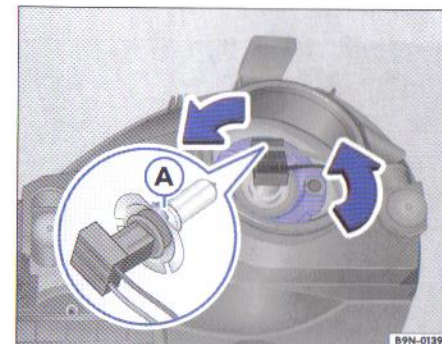

Fig. 34 Lumina de întâlnire
- Rotiți inelul din plastic ⇒ fig. 34 în sensul săgeții.
- Introduceți becul cu elementul de prindere ⇒ fig. 34 în sus, în carcasa farului.